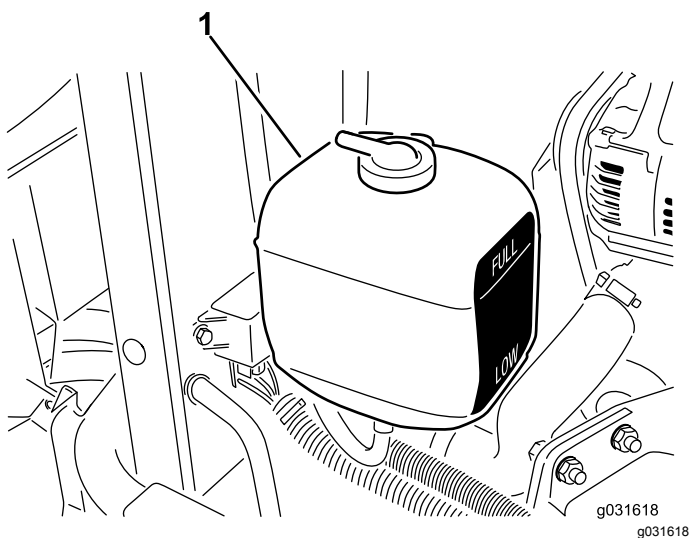

Figure 56
1. Vérifiez le niveau du liquide de refroidissement dans le vase d'expansion (Figure 56).